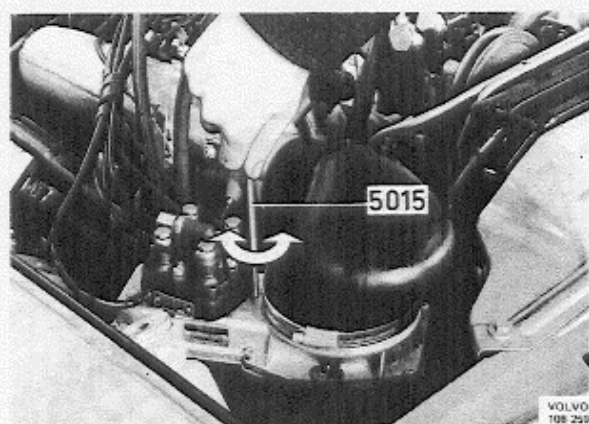

Abb. 2-55 Einstellung des CO-Gehaltes
2. CO-Gehalt mit Hilfe des Inbus-Schlüssels 999 5015 einstellen, siehe Abb. 2-55. CO-Gehalt (Sollwert): 0,5-3,0%.